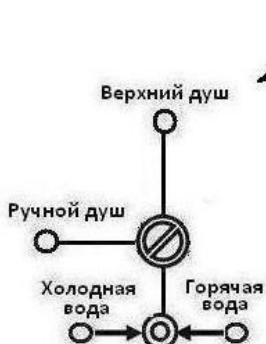

Рис. 6
4. Подключение к системе водоснабжения (рис.6 и 7).
Подсоедините трубы горячего и холодного водоснабжения к входам смесителя (рис. 6 и 7).